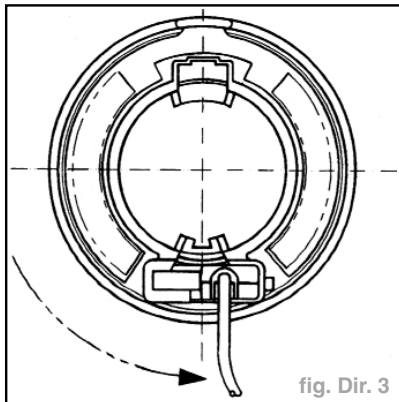

fig. Dir. 3
- L'approche en position extrême (fig. Dir. 3), se précise par une dureté en rotation (ne pas forcer).